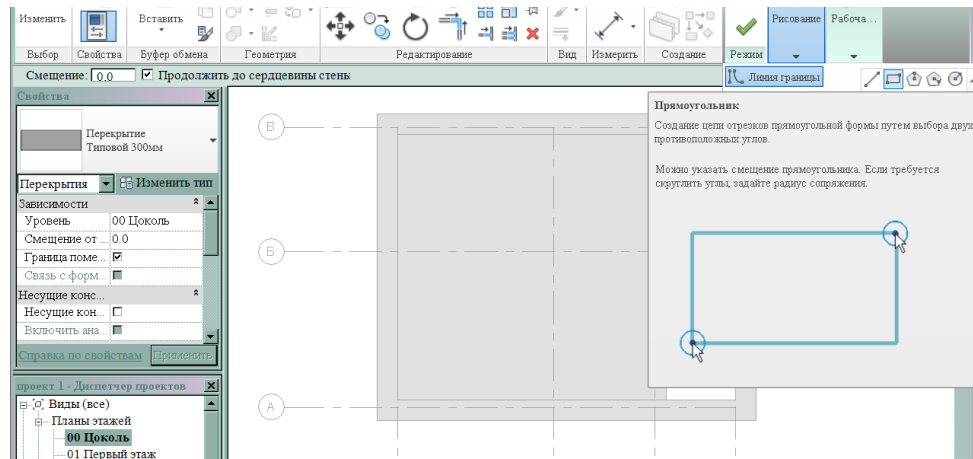

Рис. 69
4. На панели Рисование выделить Линия границы и выбрать Прямоугольник (рис.69).